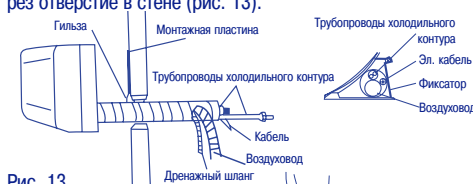

Рис. 13
5) Соберите кабель, дренажный шланг, трубопроводы и воздуховод в жгут и оберните его белой липкой лентой. Закрепите кабель, трубопроводы и воздуховоды на задней стенке блока с помощью фиксатора. Аккуратно согните трубопроводы и осторожно проденьте жгут через отверстие в стене (рис. 13).